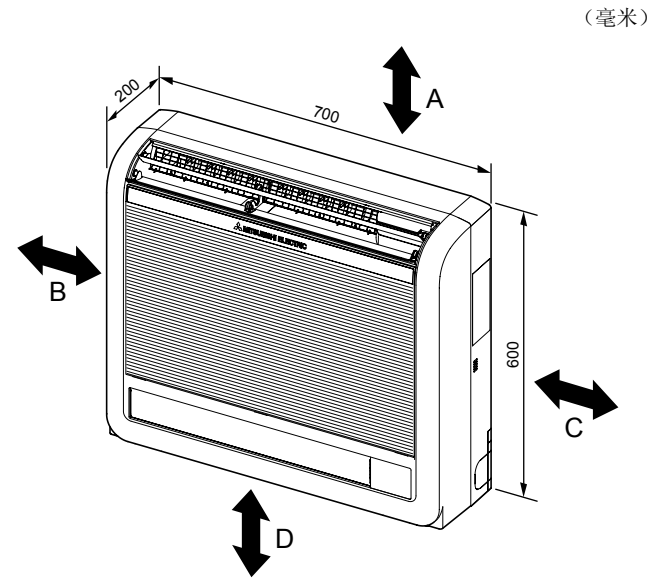

Fig. 2-1
①	排水管	1
②	管套	1
③	带子	2
④	室内机组固定支架	1
⑤	紧固螺钉：④ 4 × 25 毫米	5
⑥	用于室内机组固定的木螺钉	4
⑦	垫圈 ⑥	4
⑧	胶带（用于左侧或左右管道）	1
⑨	MA 遥控器电缆	1
2.1. 外形尺寸（室内机组）(Fig. 2-1)